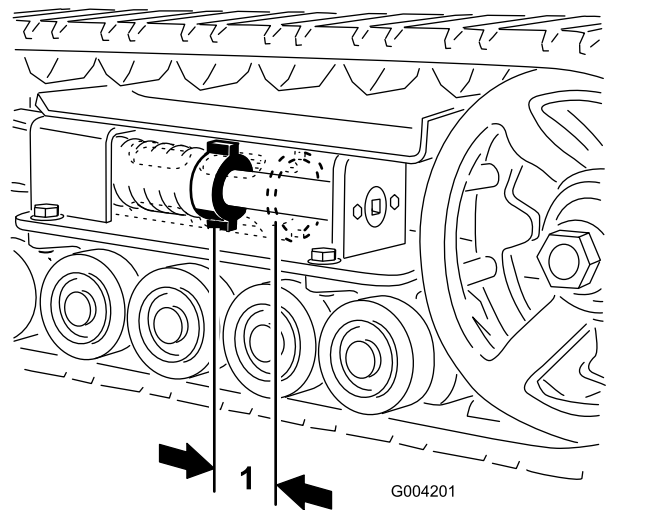

Figura 46
Debe haber una holgura de 7 cm entre la tuerca tensora y la parte de atrás del tubo tensor (Figura 46). Si no es así, ajuste la tensión de las orugas usando el procedimiento siguiente:
- Usando una llave de carraca de ½", gire el tornillo tensor en sentido antihorario hasta que la distancia entre la tuerca tensora y la parte de atrás del tubo tensor (Figura 46) sea de 7 cm.
- Gire el tornillo tensor en sentido antihorario hasta que la distancia entre la tuerca tensora y la parte de atrás del tubo tensor (Figura 46) sea de 7 cm.
18. Gire el tornillo tensor en sentido antihorario hasta que la distancia entre la tuerca tensora y la parte de atrás del tubo tensor (Figura 46) sea de 7 cm.